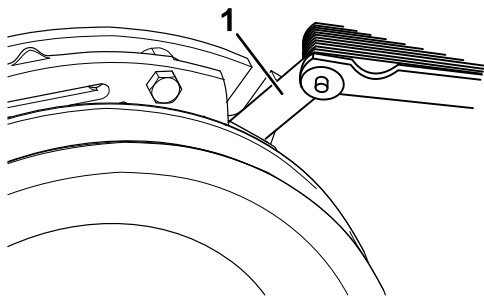
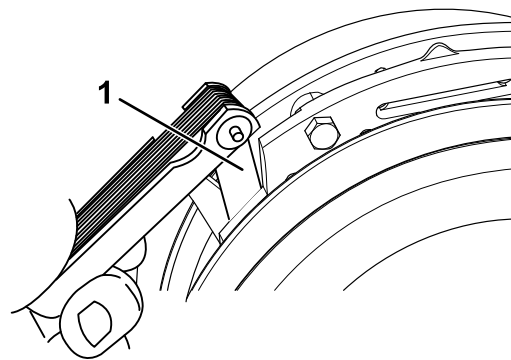

Рисунок 65
Рисунок 66
- E. Используя калибр на 0,010 дюйма, проверьте наличие зазора между поверхностями ротора и якоря на обеих сторонах тяги тормоза, как показано на Рисунок 65 и Рисунок 66.